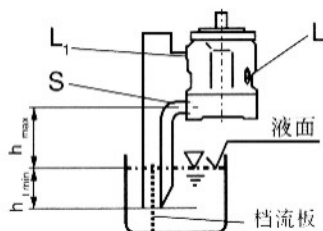

图2
- 如果油箱和最低液面低于泵的安装法兰面则“L₁”和“s”口的接管见图2。
在安装前泵水平卧置并灌满油液。油箱上的安装见图2。